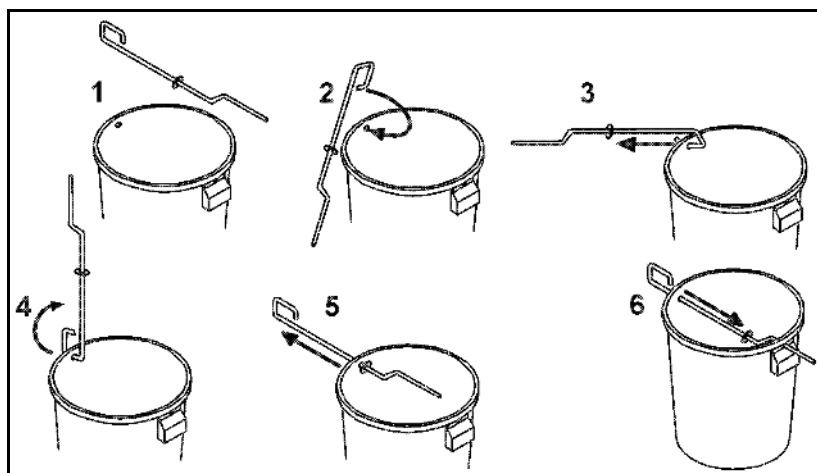

Рис. 65
1. Открутите барашковую гайку (Рис. 65/1).